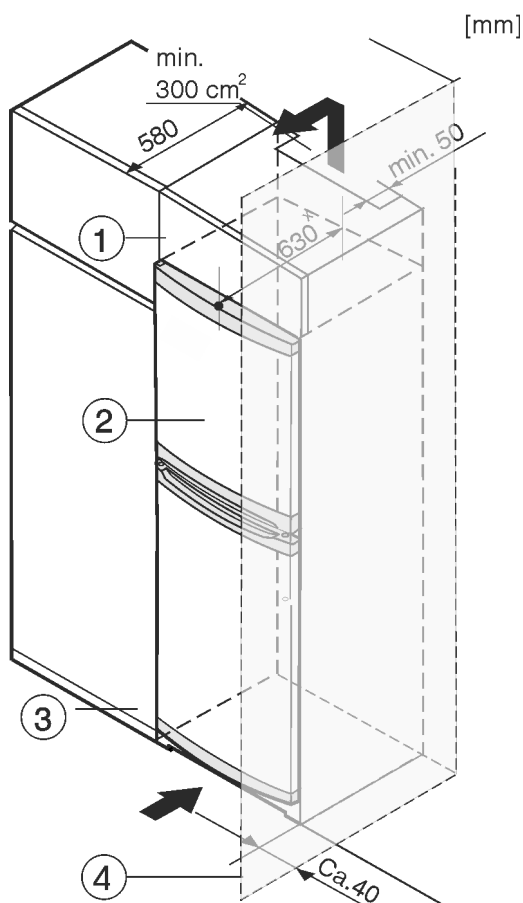

Fig. 8
- (1) Дополнительный шкафчик
- (2) Устройство
- (3) Кухонный шкаф
- (4) Стена
Устройство может быть окружено кухонными шкафами. Чтобы уравнивать устройство Fig. 8 (2) по высоте с кухонной стенкой, можно установить над устройством дополнительный шкафчик Fig. 8 (1).
При комбинировании с кухонными шкафами (глубина макс. 580 мм) устройство можно установить непосредственно рядом с кухонным шкафом Fig. 8 (3). Устройство выступает сбоку на 34 мм * и по центру на 50 мм * относительно передней стенки кухонного шкафа.
Если устройство установлено на шарнирах у стены *Fig. 8 (4)*, то расстояние между устройством и стеной должно быть не менее 40 мм. Настолько выступает ручка при открытой двери.